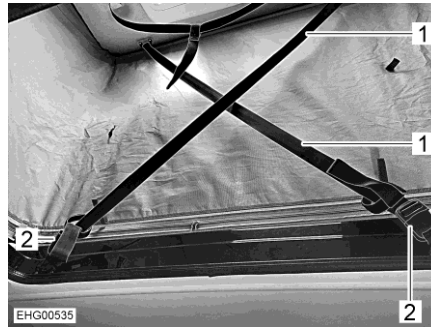

Bild 54 Vindsäkring
- Dra ut båda säkerhetsremmarna helt (Bild 54,1).
- Haka fast säkerhetsremmarna diagonalt på bälteklämmorna (Bild 54,2).